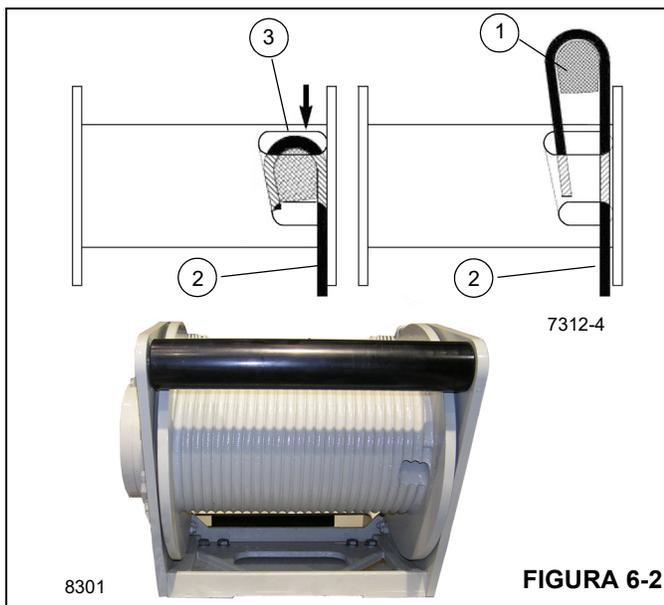

FIGURA 6-2
3. Inserte el cable a través de la ranura y colóquelo alrededor de la cuña de anclaje (1) (Figura 6-2).